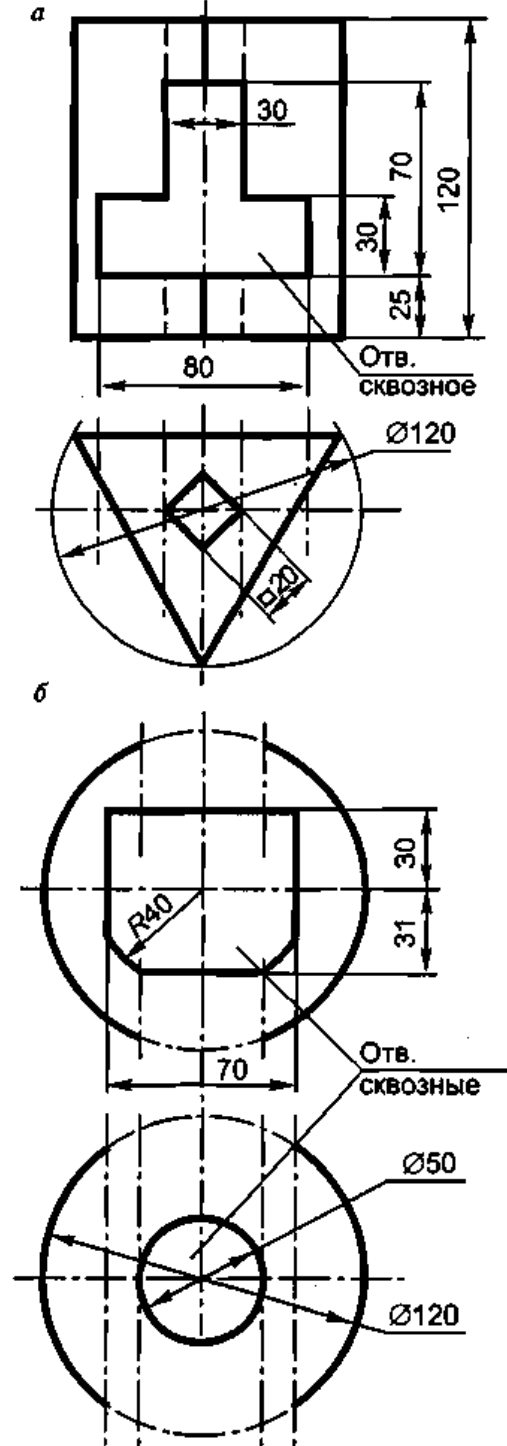

Рис. 2.24
14. Выполнить чертежи трехгранной призмы (а) и сферы (б) с окнами в трех проекциях с тремя разрезами каждой (рис. 2.24):